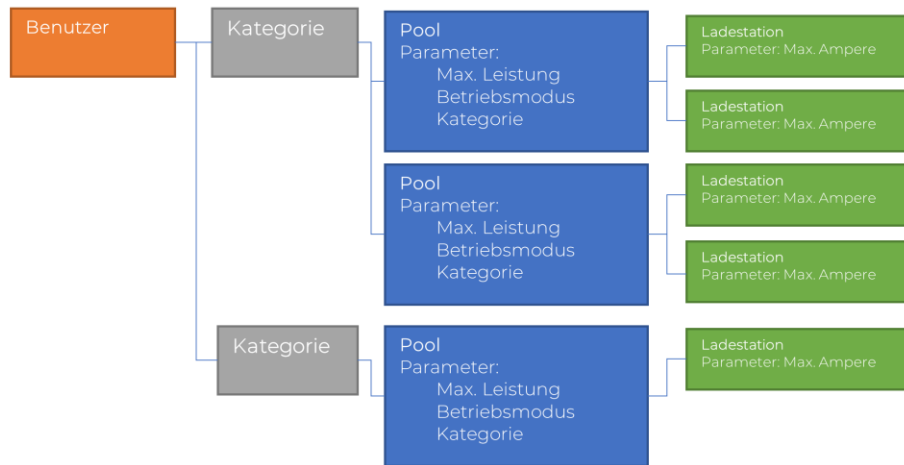
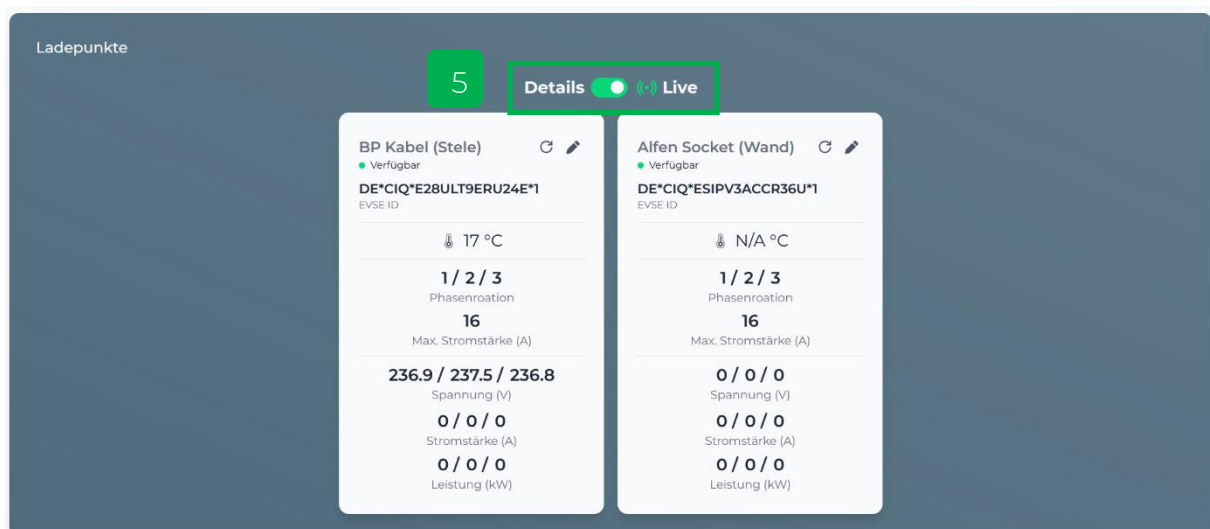

Abbildung 1-1: Übersicht Datenstruktur
Abbildung 2-4: Ladestationen - Live
- Ein Benutzer kann in seinem Account mehrere Kategorien2 verwalten, unter denen weitere Pools angelegt werden (siehe Abb. 1.1)
“N/A” wie bei der Alfen Ladestation in Abbildung 1-1/Abbildung 2-4 ersichtlich ist dabei kein Fehler, sondern lediglich seitens des Ladestationsherstellers fehlende MeterValue-Werte.